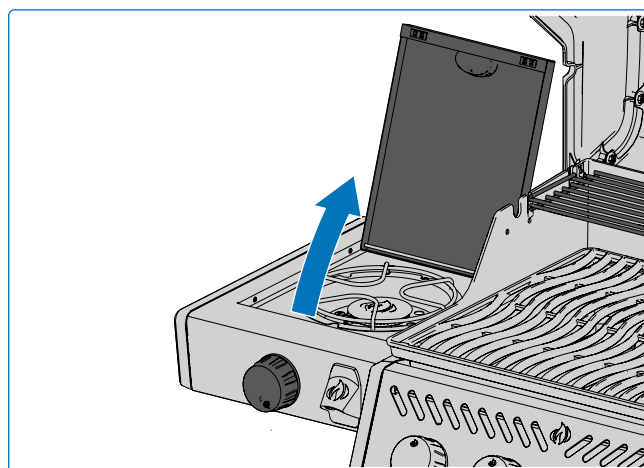

Fig. 9
1. Ouvrez le couvercle du brûleur. **(Fig. 9)**.